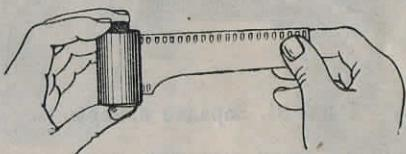
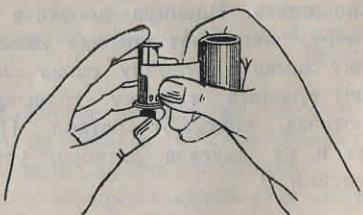

Рис. 29. Кусок пленки, необходимый для зарядки.
Рис. 30. Соединение конца пленки с приемной катушкой.
**Зарядка камеры** Зарядку самой камеры можно производить на свету1. Из кассеты вытягивают обрезанный конец пленки или чуть больше (на 1—2 перфорационных отверстия) (рис. 29) и скрепляют этот конец с приемной катушкой, как показано на рис. 30. Для этого конец пленки подсовывается под